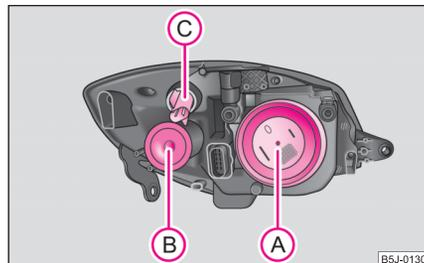

Abb. 184 Scheinwerfer vorn: Einbaulage der Glühlampen
Positionen der Glühlampen im Scheinwerfer vorn ⇒ Abb. 184.
- Nehmen Sie die Schutzkappe ab **(A)** ⇒ Seite 214, Abb. 184.
- Drehen Sie die Lampenfassung **(C)** nach links ⇒ Seite 214, Abb. 184 und nehmen Sie die Lampenfassung mit der Glühlampe heraus.
- Nehmen Sie die Schutzkappe ab **(B)** ⇒ Seite 214, Abb. 184.